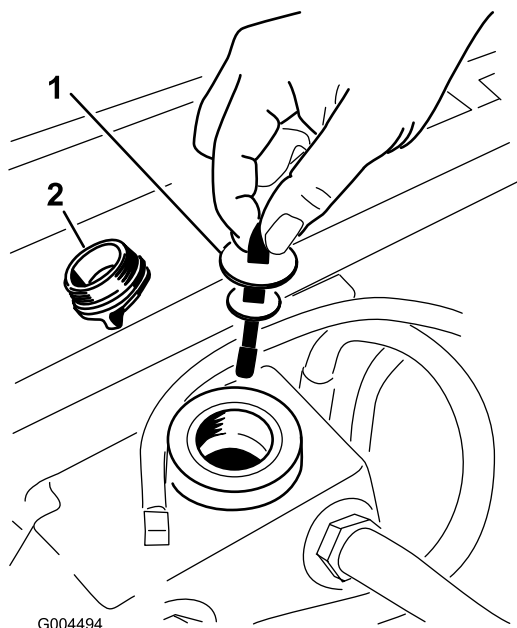

Figura 76
3. Retire el tapón de llenado de aceite hidráulico (Figura 76) del cuello de llenado.
4. Retire la varilla y límpiela con un paño limpio (Figura 76).
5. Introduzca la varilla en el cuello de llenado; luego retírela y verifique el nivel del aceite (Figura 76).